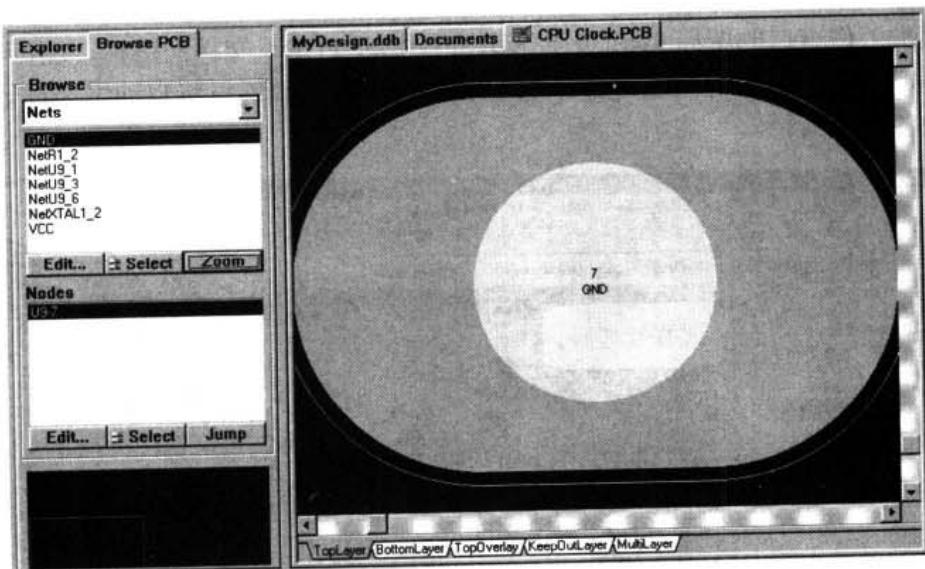

图 9-5 用浏览器放大所选的元件
- 在 PCB 浏览器中的 Browse 下拉列表中选择浏览类型，然后选中浏览对象，单击 Zoom 或 Jump 按钮，可将被选中的对象放大，如图 9-5 所示。